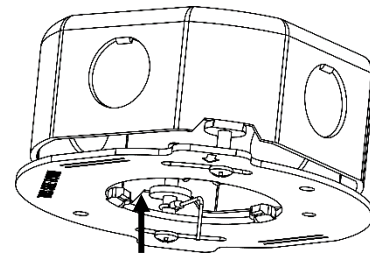

Figure 5 – Méthode B
- B) Visser l'œillet d'attache à travers la vis **AVANT de fixer la plaque de montage au boîtier de raccordement**. S'assurer que l'œillet d'attache est placé entre la plaque de montage et le boîtier de raccordement, comme illustré à la *Figure 5*.